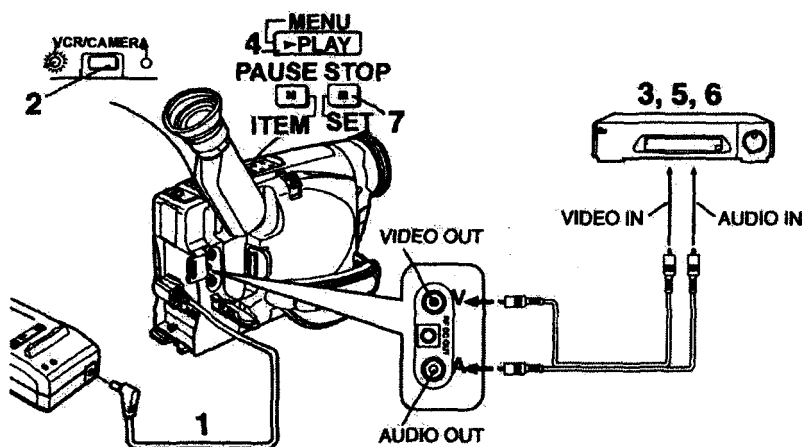

Рис. 3.26. Перезапись (копирование)
1. Подсоединить адаптер переменного тока (рис. 3.26).